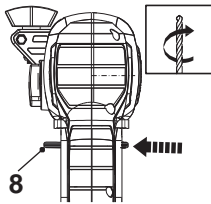

Fig. 10
1. Desplace el selector de giro avance/retroceso (8) hacia la izquierda (visto desde la posición del operador) para utilizar la herramienta en modo de giro en sentido horario (Fig. 10).